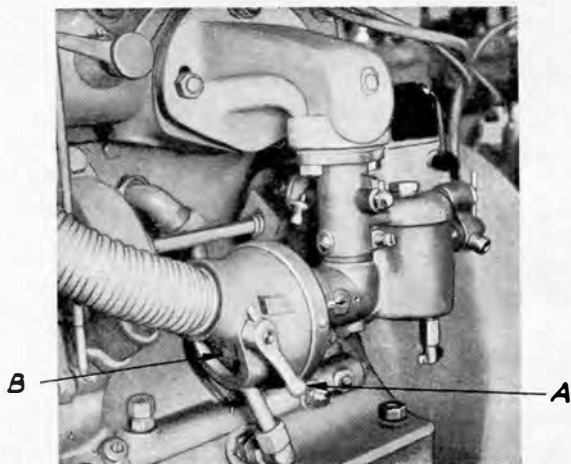

Bild 1
Såsom framgår av fig. 1 bör kapillärröret stagas intill instrumentet.
- 1 På motortyperna AL-23 och O-41 (se bild 1 och 2) där förvärmningen av luften är reglerbar skall spjället stängas för kallufttillförseln vid fotogendrift; varigenom motorn enbart erhåller förvärmad luft.